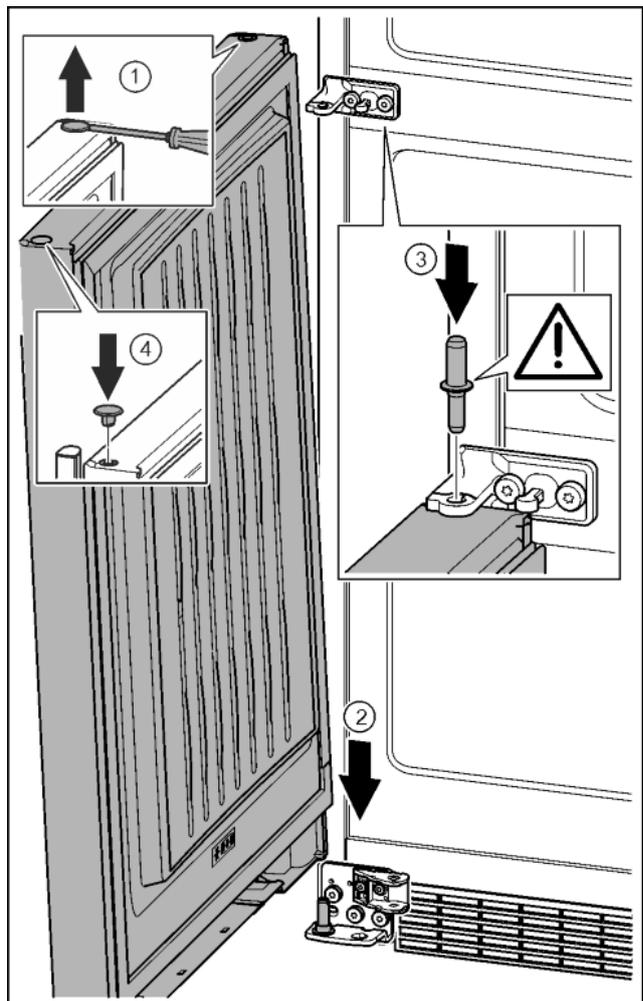

Fig. 38
- ▶ Con un cacciavite sollevare con attenzione i tappi ed estrarli. *Fig. 38 (1)*
- ▶ Appoggiare la porta dall'alto sul perno di supporto inferiore. *Fig. 38 (2)*
- ▶ Inserire il perno di supporto centrale attraverso il blocco di supporto centrale nella porta inferiore. Prestare attenzione che l'arresto sia rivolto verso il lato posteriore. *Fig. 38 (3)*
- ▶ Inserire nuovamente i tappi sull'altro lato della porta. *Fig. 38 (4)*